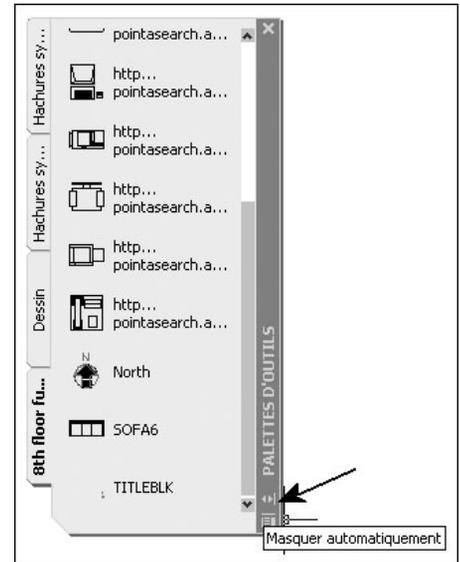

Fig.1.31
- 1 Cliquez sur le bouton **Masquer automatiquement** (Auto-hide) situé en bas de la barre de titre de la fenêtre **Palettes d'outils** (fig.1.31).